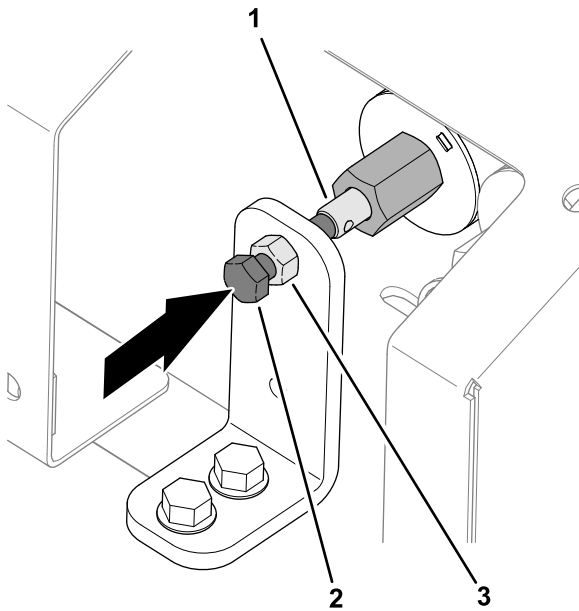

Bild 30
1. Lösen Sie die Klemmmutter an der Halterung für die manuelle Übersteuerung (Bild 30).
2. Drehen Sie die Sechskantschraube für die Ventilüberschreibung im Uhrzeigersinn, um die Fahrgeschwindigkeit zu erhöhen (Bild 30).